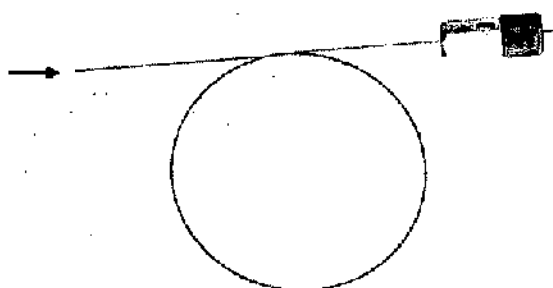
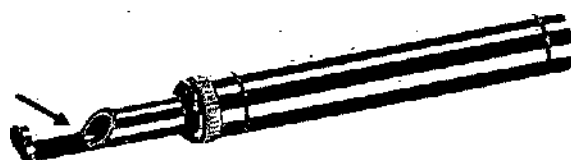

Рис. 26. Положение апертуры оптического волокна
Рис. 28. Внешний вид насадки 2
2.3.7 Лазерное излучение проходит через положение апертуры, указанное стрелкой на Рис. 26 - Рис. 28.